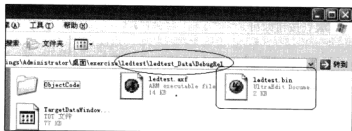

图 6-21 查看 ledtest.bin 文件
(7) 在 ledtest\ledtest_Data\DebugRel 目录下会看到 ledtest.bin 文件，这就是要下载到 NAND FLASH 中运行的程序代码，如图 6-21 所示。
选择“File”菜单的“Load Image”项，如图 6-32 所示，即可打开“Load Image”对话框，选择相应的映像文件即可，然后选择 ledtest.axf 文件（还记得 ledtest.axf 文件的位置吗？参见图 6-21 可知，在 ledtest\ledtest_Data\DebugRel 目录下），如图 6-33 所示。